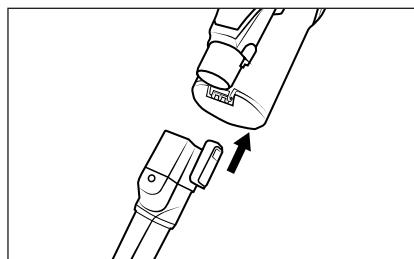

Fig. 14
- Utilizzare la bocchetta per imbottiture ⑯ per aspirare superfici in tessuto come ad es. mobili imbottiti, materassi o sedili di auto. Montare la bocchetta per imbottiture ⑯ prima del primo utilizzo.
- ◆ Infilare gli accessori sul tubo di aspirazione ⑯ oppure sull'apertura di aspirazione dell'apparecchio fino a quando non si innestano in posizione con un clic (vedere fig. 14). Assicurarsi che siano posizionati e fissati correttamente.